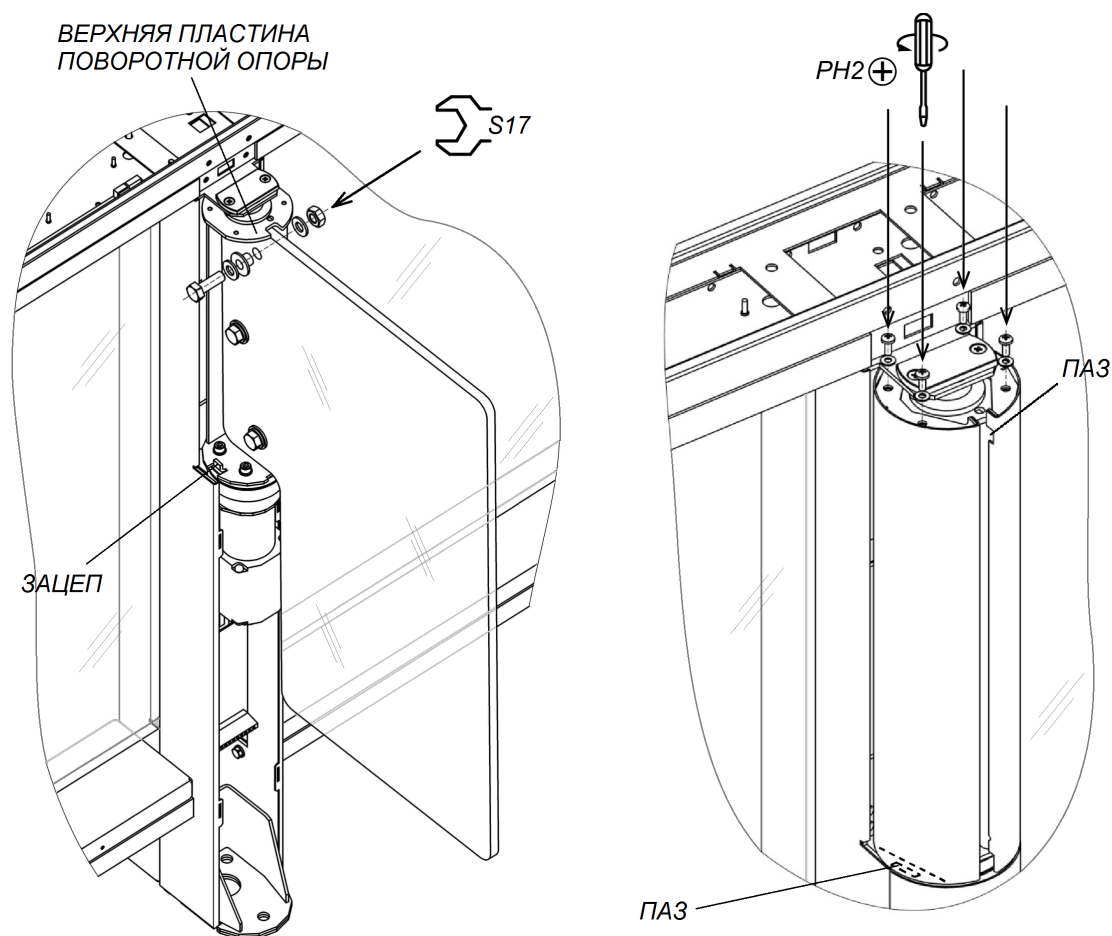

Рисунок 22. Створка и кожух створки
25. Установите блоки индикации центральных стоек (3) (см. рис. 22, разд. 8.9.5) (взять в комплекте принадлежностей).
Для установки блока индикации центральной стойки (3) (см. рис. 22):
3. Установите блок индикации на площадку, расположенную над поворотной опорой створки, и при помощи шестигранного ключа SW4 зафиксируйте его на верхнем коробе стойки (12), используя два винта М5×16 с шайбами из комплекта поставки.
Снятие блока индикации центральной стойки производится в обратном порядке. Перед этим необходимо демонтировать с секции турникета верхнюю крышку секции (10) (см. разд. 8.9.6, рис. 22, 23, 24).